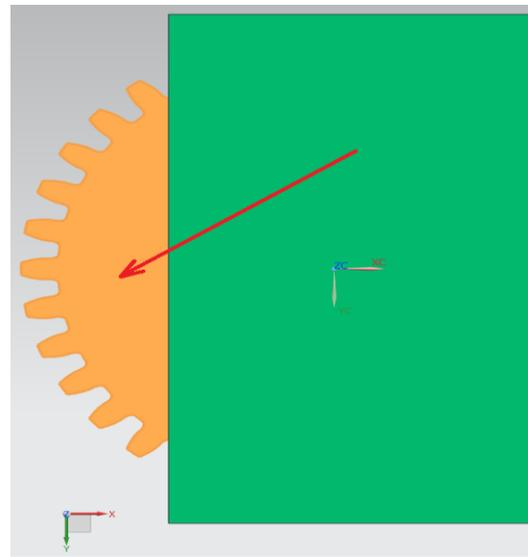

Figura 1.10 Cara inferior de engrane1.prt.
- Seleccionar la cara superior de la pieza **lamina.prt** (Figura 1.9) y la cara inferior del **engrane1.prt** (Figura 1.10).